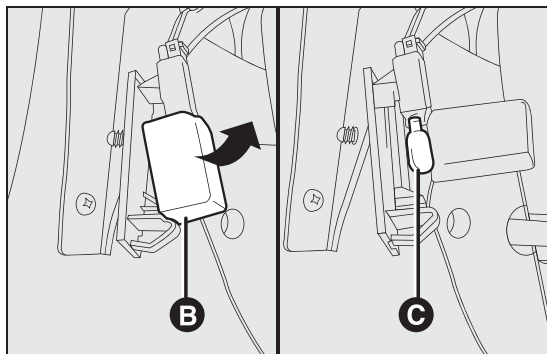

fig. 123
- ☐ open de bescherming B fig. 123 en vervang het geklemde lampje C fig. 123;